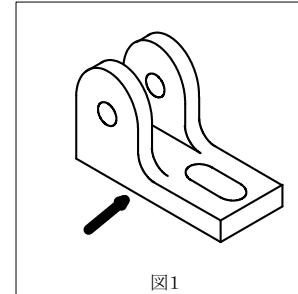

図1
1. 図1に示す品物を矢印から見た図が正面図になるように三角法で正面図、平面図、右側面図をかきなさい。